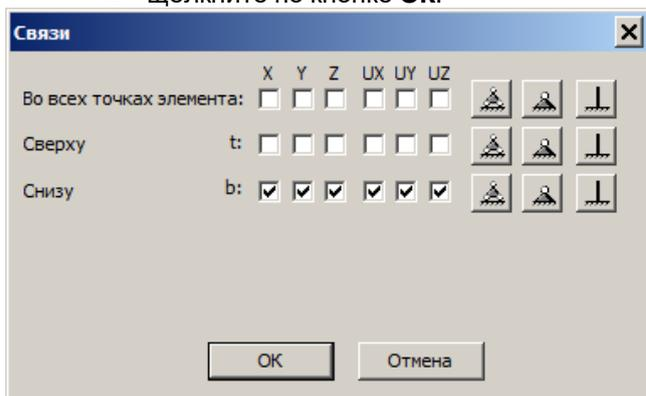

Рис.6.29. Диалоговое окно **Связи**
- Вызовите диалоговое окно **Связи** (рис.6.29) щелчком напротив строки **Связи**;